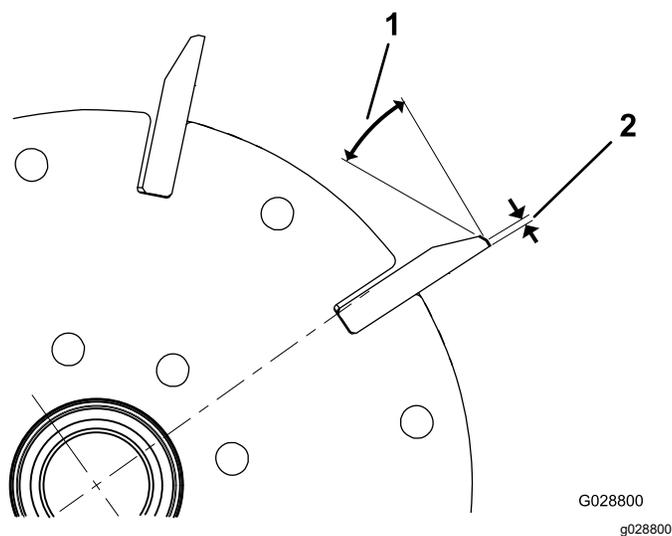
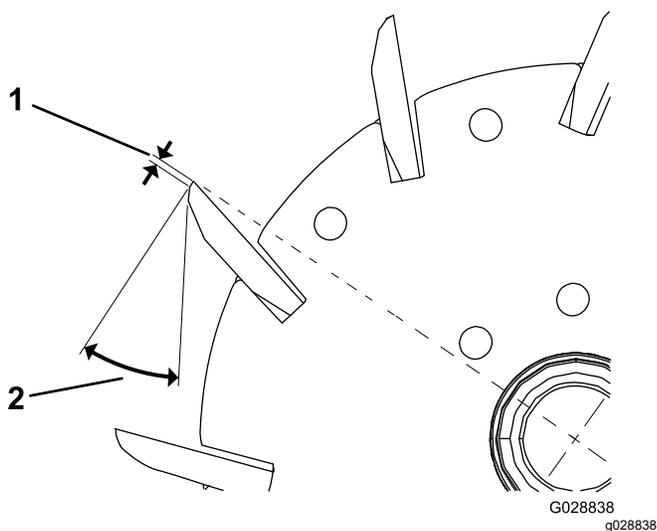

Рисунок 22
Рисунок 23
1. Выполните затыловочное шлифование с задним углом 30° всех ножей барабана таким образом, чтобы достичь ширины витка 1,3 мм (Рисунок 22 и Рисунок 23).